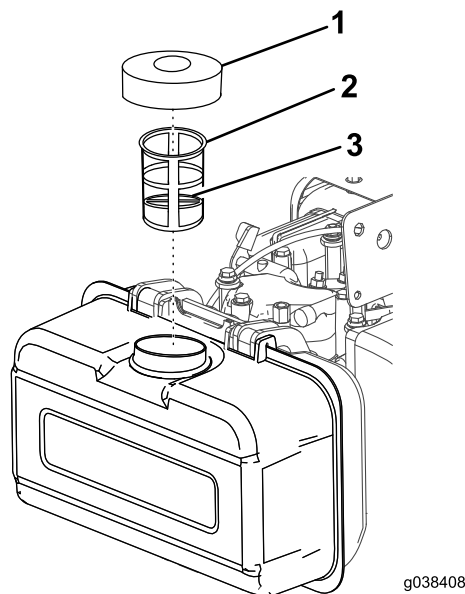
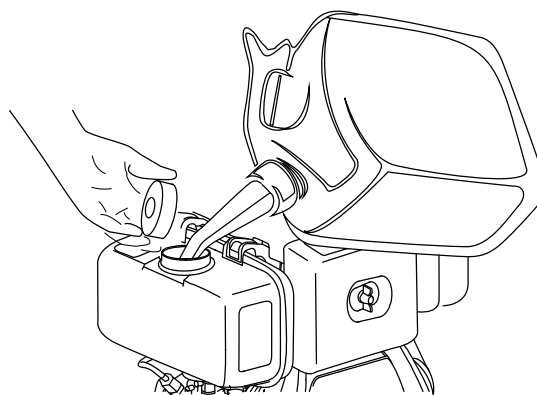

Figura 13
Figura 14
2. Pulite l'area attorno al tappo del serbatoio del carburante e rimuovetela (Figura 13).
3. Aggiungete carburante nel serbatoio fino a quando il livello non raggiunge l'anello rosso (Figura 13 e Figura 14).